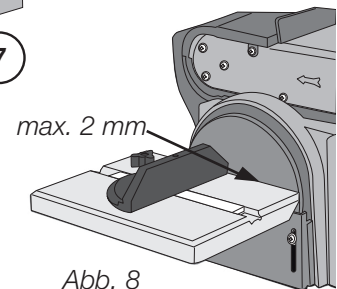
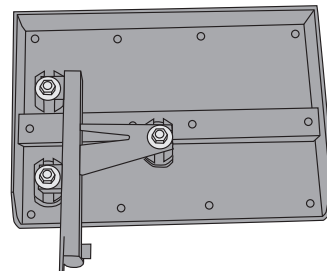

Abb. 8
Abb. 9
4. Schleiftisch justieren: Die Schrauben an der Unterseite des Schleiftisches (Abb. 9) lösen. Den Schleiftisch so einstellen, dass der Abstand zwischen Schleifband und Schleiftisch höchstens 1 bis 2 mm beträgt (Abb. 8). Die drei Schrauben und den Drehknopf festschrauben.
6. Schleiftisch justieren: Die Schrauben an der Unterseite des Schleiftisches (Abb. 9) lösen. Den Schleiftisch so einstellen, dass der Abstand zwischen Schleifband und Schleiftisch höchstens 1 bis 2 mm beträgt. Die drei Schrauben und den Drehknopf festschrauben.